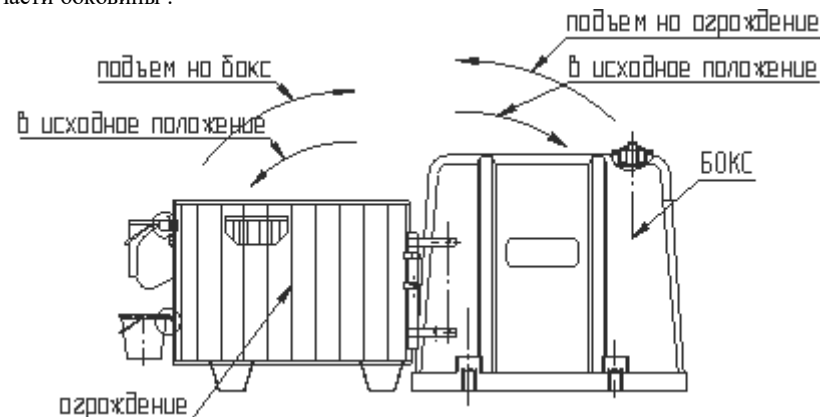
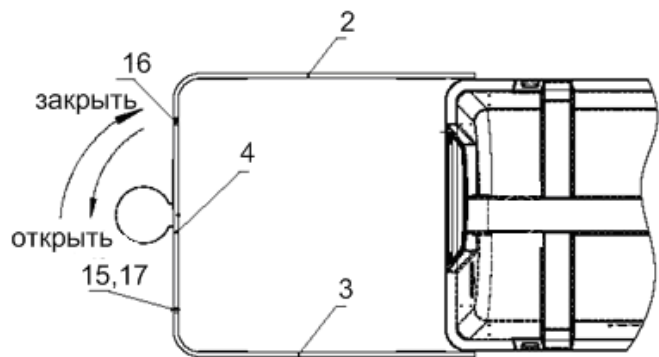

Рис.2 Манипуляции с ограждением и боксом при проведении санитарно-профилактических работ при уборке бокса.
Рис.3 Схема открытия и закрытия передней стенки ограждения бокса.
| | 16 – Штырь (рис.3) | |
2. Переднюю стенку ограждения бокса (4) крепить с помощью штыря (16) (рис.3), продев через завесы расположенные с боков передней стенки и передней части боковины с одной стороны, и осями (15) с другой стороны. Оси зашплинтовать шплинтами(17).
Ограждение бокса имеет свойство опрокидываться (подниматься за счет шарнирного соединения бокса и ограждения) для проведения профилактических и санитарных работ в процессе эксплуатации бокса (очистка отходов жизнедеятельности теленка, санобработка бокса). Для очистки помещения внутри бокса корпус(1) опрокидывается на ограждение бокса и производятся профилактические работы внутри бокса (Рис.2). Передняя часть ограждения(4) имеет функцию двери , для чего необходимо вынуть штырь (16) со стороны опорной ножки и открыть ее для проведения необходимых работ (частичная уборка, постановка теленка в бокс или вывод из бокса, при проведении профилактических работ) (Рис.3).